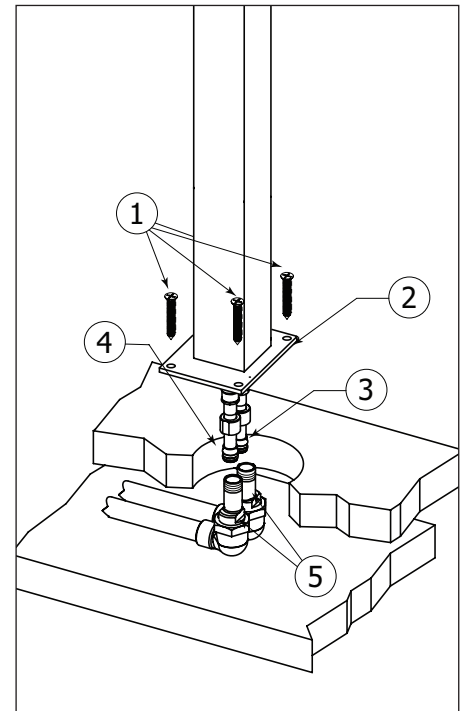

Fig.3
Completely insert the hot and cold hose-ends (3) into the appropriate adaptors (5) and lock in place using the nut with "end-less" thread (4)... turn until it becomes loose (fig.3).
Enfoncer complètement les embouts des alimentations flexibles (3) dans les adaptateurs appropriés (5) et les sécuriser en place à l'aide des écrous filetés «sans fin» (4)... Visser jusqu'à ce que le mouvement soit libre (fig.3).